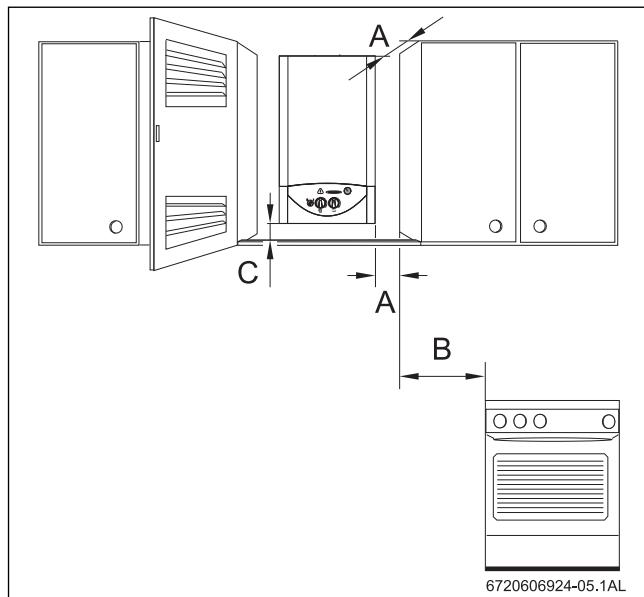

Fig. 36 Separaciones mínimas
- Asegurar la accesibilidad en los trabajos de mantenimiento respetando las separaciones mínimas indicadas en la Fig. 36 .